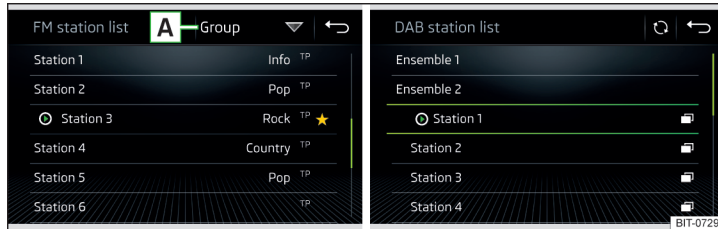

Abb. 141 Beispiel der Liste verfügbarer FM/DAB-Sender
- Zur **Sortierung** (FM) der Sender in alphabetischer Reihenfolge, laut Gruppe oder Genre, die Funktionsfläche [A] » Abb. 141 antippen » [I].
- Zur **Filterung** der Sender nach dem Programmtyp (bspw. Kultur, Musik, Sport u. Ä.) in der FM-Senderliste (bei eingeschalteter RDS-Funktion) und der DAB-Senderliste (bei gewählter alphabetischer Sortierung der Senderliste) die Funktionsfläche [A] » Abb. 141 antippen.
Im Rundfunkbereich **AM** und **DAB** erfolgt die Aktualisierung manuell durch Drücken der Funktionsfläche ⌂ » Abb. 141.